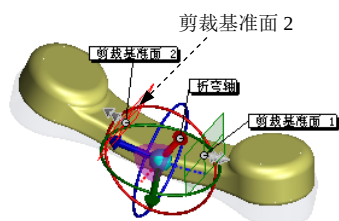

图 3.25.9 剪裁基准面 2 的位置
Step7. 定义剪裁基准面 2 的位置。在 **剪裁基准面 2** 区域的  文本框中输入数值 95，此时发现剪裁基准面 2 的位置发生了变化，如图 3.25.9 所示。